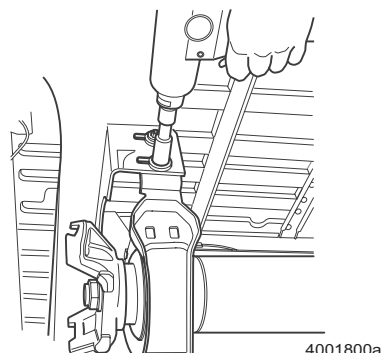

Figura 9.16
3. Instale espaciadores de rodamiento, si es necesario, para retornar el soporte de rodamiento a su posición original. Figura 9.16.